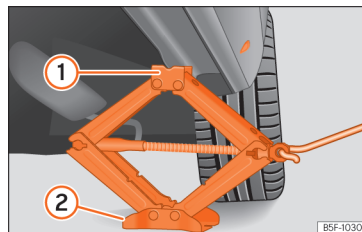

Fig. 39 Longarina: colocação do macaco do veículo.
• Rode a manivela do macaco, colocado por baixo do ponto de apoio da longarina, para levantá-lo até que o ressalto ① »» **Fig. 39** se encontre por baixo da zona que lhe corresponde.
• Alinhe o macaco de forma que o ressalto ① «fique encaixado» na zona da longarina que lhe corresponde e que a placa base móvel ② fique apoiada no chão. A placa base ② deve ficar colocada na vertical, relativamente ao ponto de apoio ①.